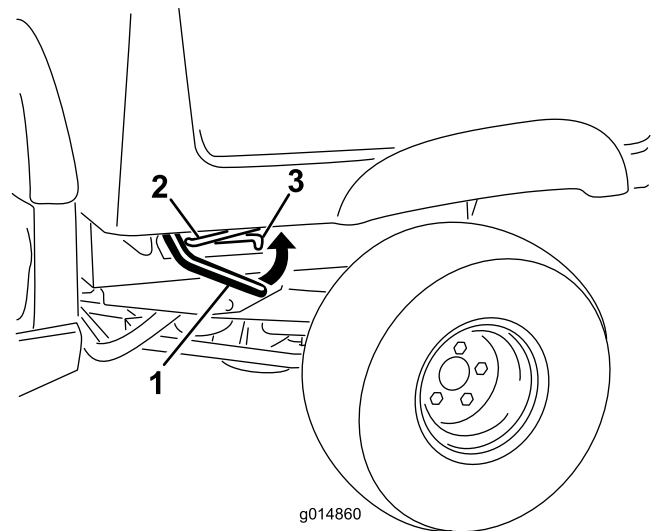

図 12
1. 荷台の前側の角部ちかくにあるラッチレバーを持ち上げて、荷台を上昇させる（図 12）。
2. 荷台が上がったら、車体の左側ブレードについている支え棒を、荷台の底部についているスロットの奥まで入れて荷台を支える（図 12）。
1. ラッチバーを引き上げて荷台をかるく持ち上げる (図 12)。
2. 荷台の底部のスロットにはめ込んであった支え棒を外す (図 12)。
3. ラッチがかかるまで荷台を確実に降ろす (図 12)。